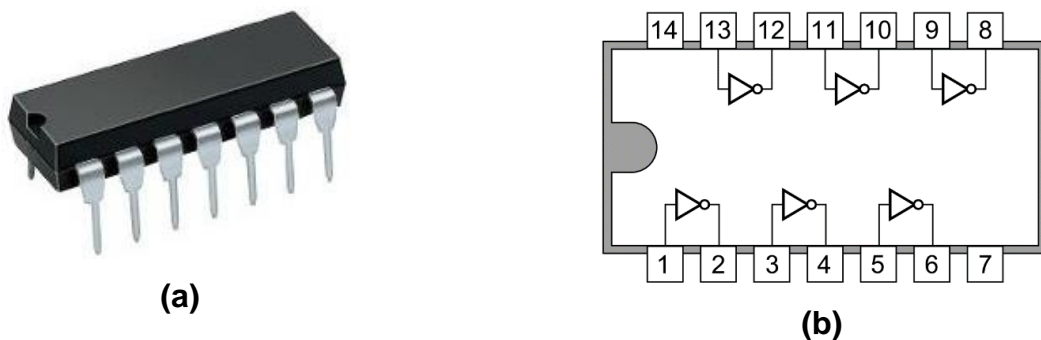

Figura 2.4
O **circuito integrado (CI)** digital 7404 é um dispositivo que implementa portas NOT. Na Figura 2.4 (a) é mostrado uma foto do CI e na Figura 2.4 (b) onde estão localizadas as portas nos pinos. Esse tipo de encapsulamento de CI é denominado DIP (*Dual In-line Package*).